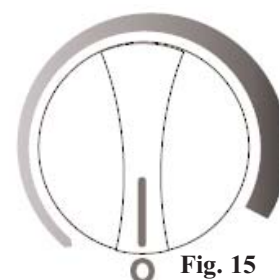

Fig. 15
- Pour arrêter le congélateur, (discontinuer le refroidissement) tournez la commande du thermostat à la position "0". Voir la Fig.15.